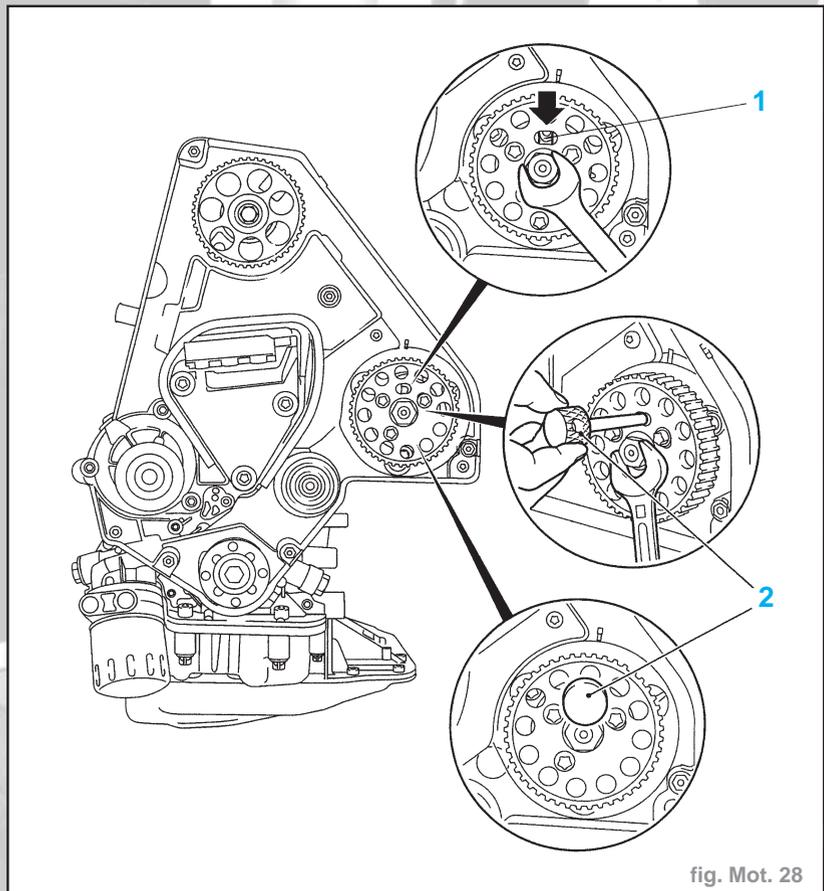

fig. Mot. 28
- A l'aide d'une clé à fourche, tourner la bride de la pompe d'injection de façon à faire correspondre l'évidement (1) de la roue de pompe d'injection avec l'évidement de la bride de pompe d'injection et l'alésage d'arrêt de la pompe (flèche) (fig. Mot. 28).
- La pompe d'injection avec la goupille d'arrêt **KM-6011 (2)**.